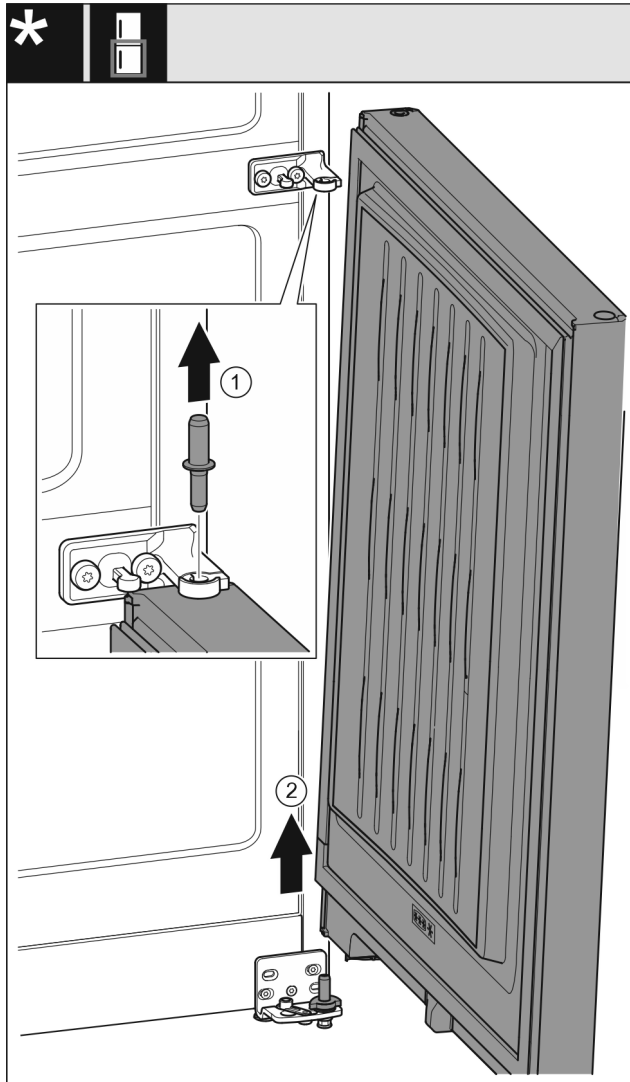

Fig. 7
- ▶ Ištraukite kaiščius į viršų. Fig. 7 (1)
- ▶ Pasukite duris, ištraukite jas į viršų ir pastatykite į šoną. Fig. 7 (2)